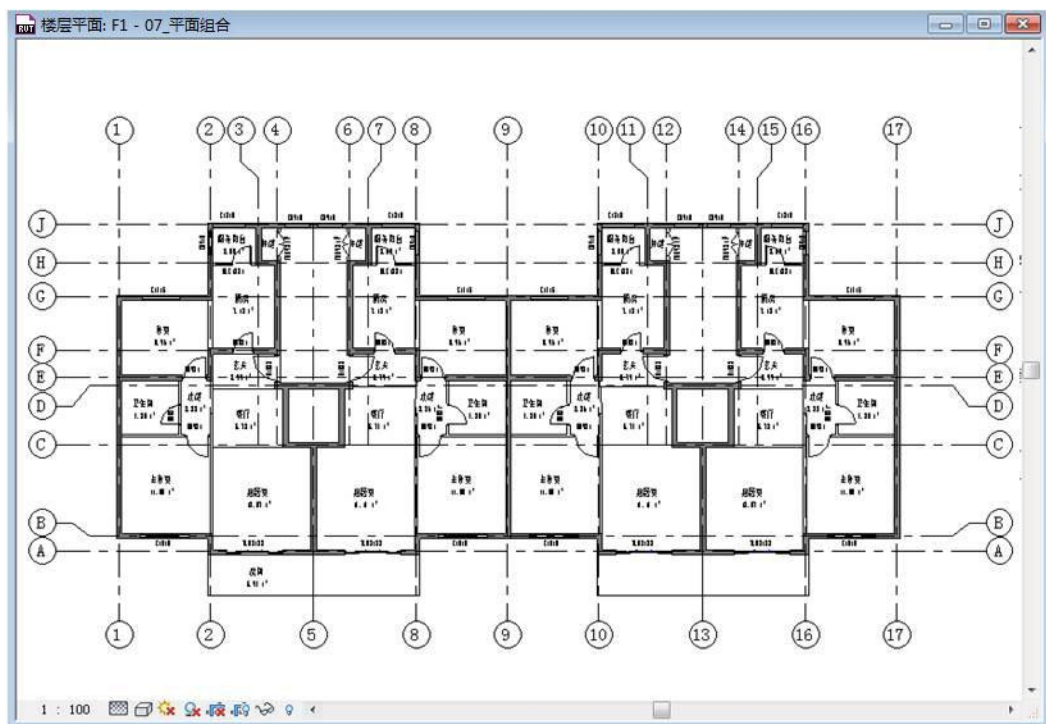

图 3-25
- 7) 选择 1-5 轴的模型组“户型-A”，单击“修改 模型组”选项卡>“成组”面板>“编辑组”工具，单击“编辑组”面板>“添加”工具，光标在绘图区域选择刚刚绘制的所有楼板、及阳台房间分隔线后单击“编辑组”面板>“完成”。观察其他组都已添加了新绘制的楼板（如图 3-25 所示）。